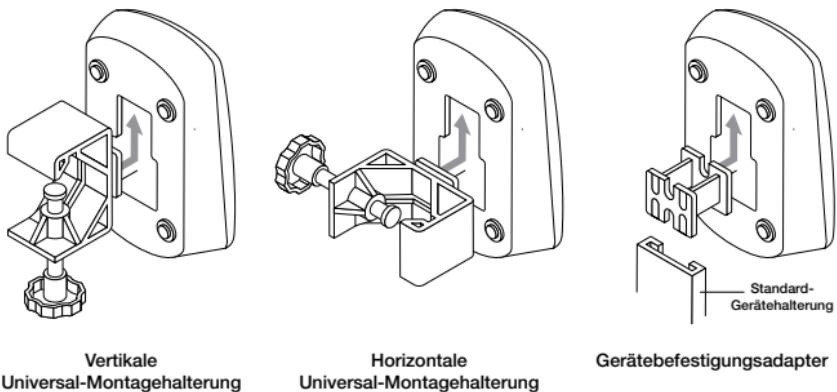

Abbildung 3. Aerogen-Pro-X-Steuermodul und Universal-Montagehalterung – Installationsvarianten
- Mit der Universal-Montagehalterung kann das Steuermodul in vertikaler oder horizontaler Ausrichtung an einem Infusionsständer oder einer Bettschiene befestigt werden (Abbildung 3).
- Wenn eine Standard-Gerätehalterung vorhanden ist, kann der Gerätebefestigungsadapter verwendet werden, um das Steuermodul zu befestigen (Abbildung 3).